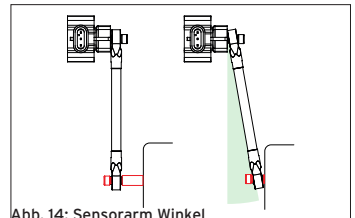

Abb. 14: Sensorarm Winkel
6. Montieren Sie die Koppelstange am Sensorarm und am Befestigungspunkt an der Aufhängung. Achten Sie hierbei auf den Winkel zwischen Koppelstange und Sensorarm (Abb. 14). Dieser darf maximal 15 Grad betragen und kann durch Abstandshalter am Befestigungspunkt korrigiert werden.